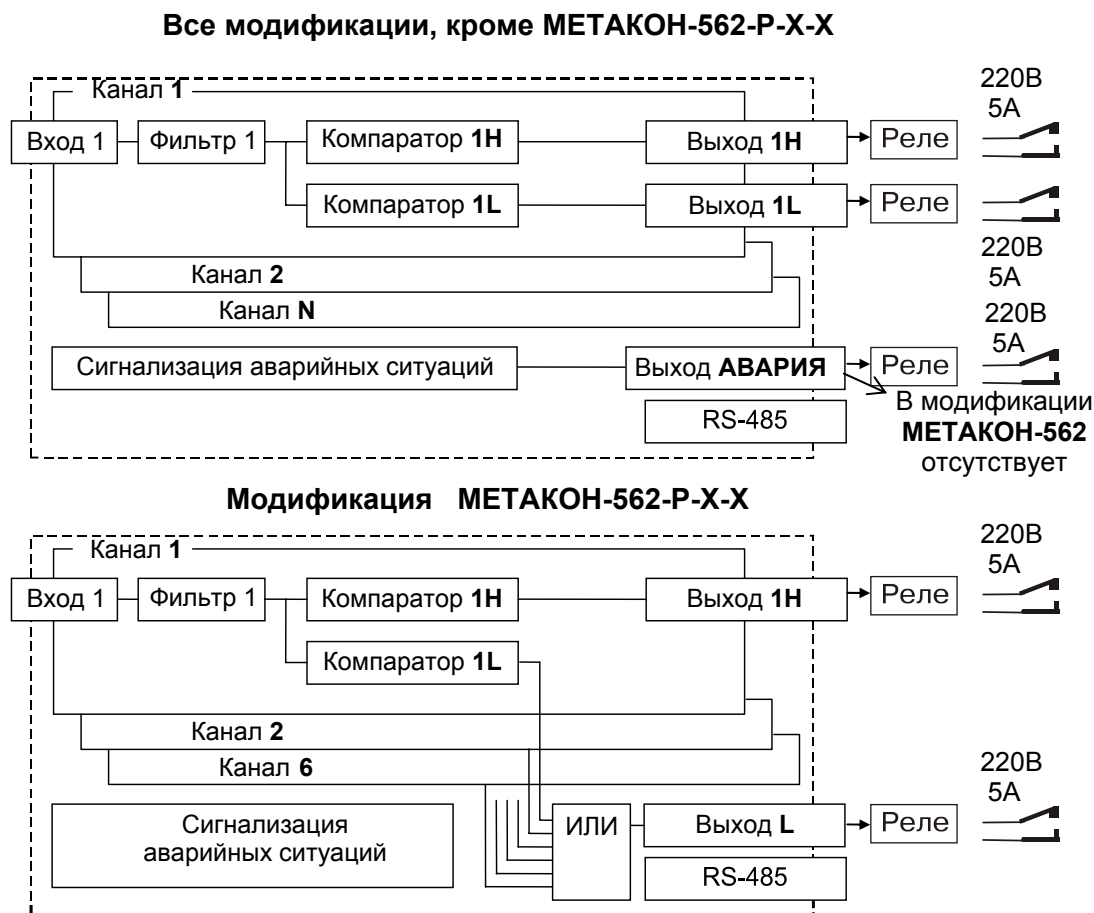

рис.3.1.
3.1.1 Функциональные схемы прибора приведены на рис.3.1.
3.4.1. Функциональная схема прибора, представленная на рис. 3.1, реализована программно. Настройка работы функциональных блоков прибора выполняется путем задания параметров. Пользователь управляет работой прибора, изменяя значения параметров.
3.6.1. Компараторы **H** и **L** (см. рис. 3.1) реализуют функции регулирования и/или сигнализации.